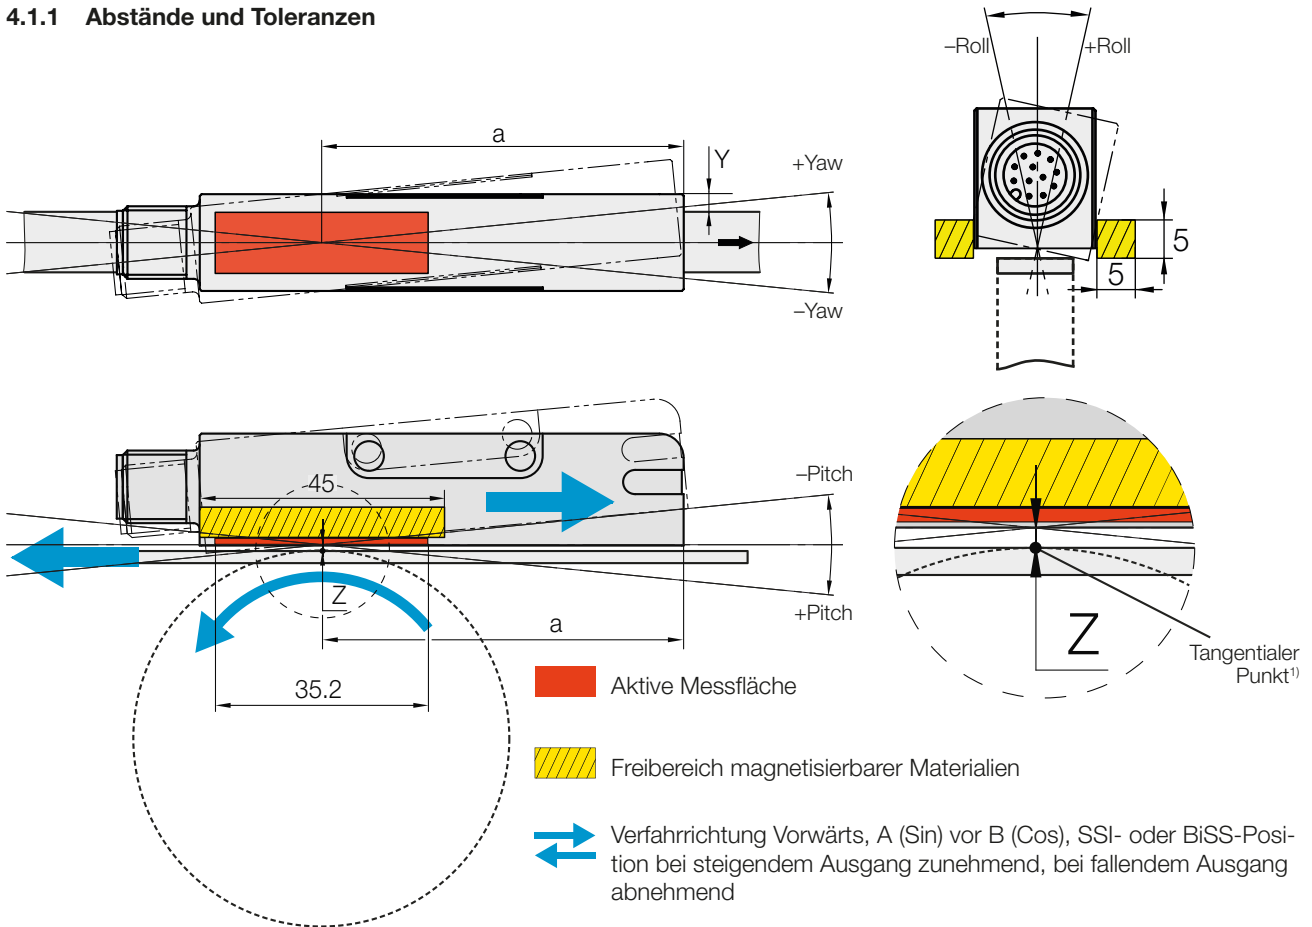
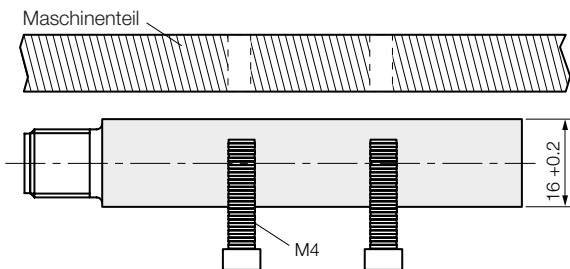
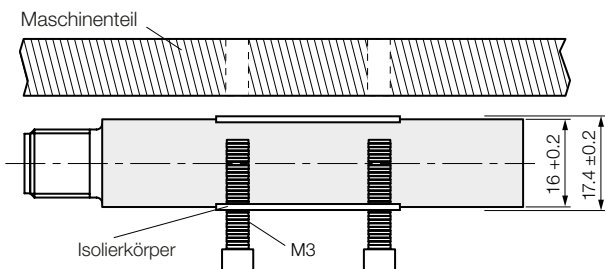

Bild 4-1: Abstände und Toleranzen
Bild 4-4: Sensorkopf (ohne Isolierkörper) montieren
Bild 4-5: Sensorkopf mit Isolierkörper montieren
3. Den Sensorkopf unter Berücksichtigung der Abstände und Toleranzen (siehe Bild 4-1) mit seiner rechten oder linken Seite am Maschinenteil befestigen (siehe Bild 4-4 bzw. Bild 4-5).